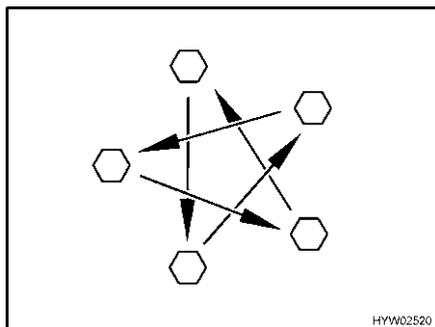

Bild 251 Radmuttern oder Radschrauben über Kreuz anziehen
- Radmuttern oder Radschrauben regelmäßig auf festen Sitz prüfen. Radmuttern oder Radschrauben eines ausgewechselten Rades nach 50 km über Kreuz nachziehen (Bild 251). Anziehdrehmoment siehe Abschnitt 13.5.2.
- ▷ Radmuttern oder Radschrauben über Kreuz anziehen (Bild 251).